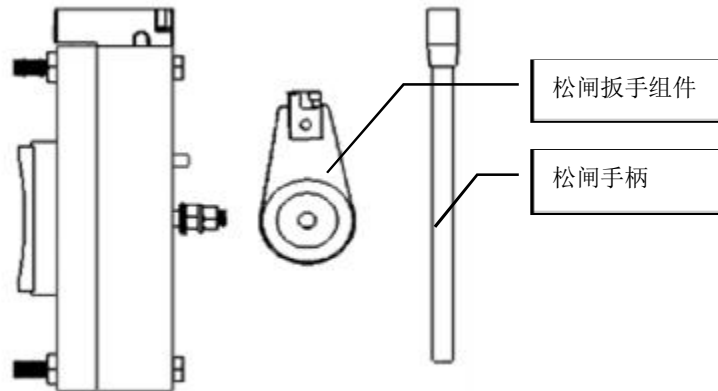

图 54 手动松闸装置图示
- I 电梯在运行过程中如出现故障或由于停电引起的关人情况，可以使用手动盘车装置进行紧急放人，示意见(P30 图 54)所示。